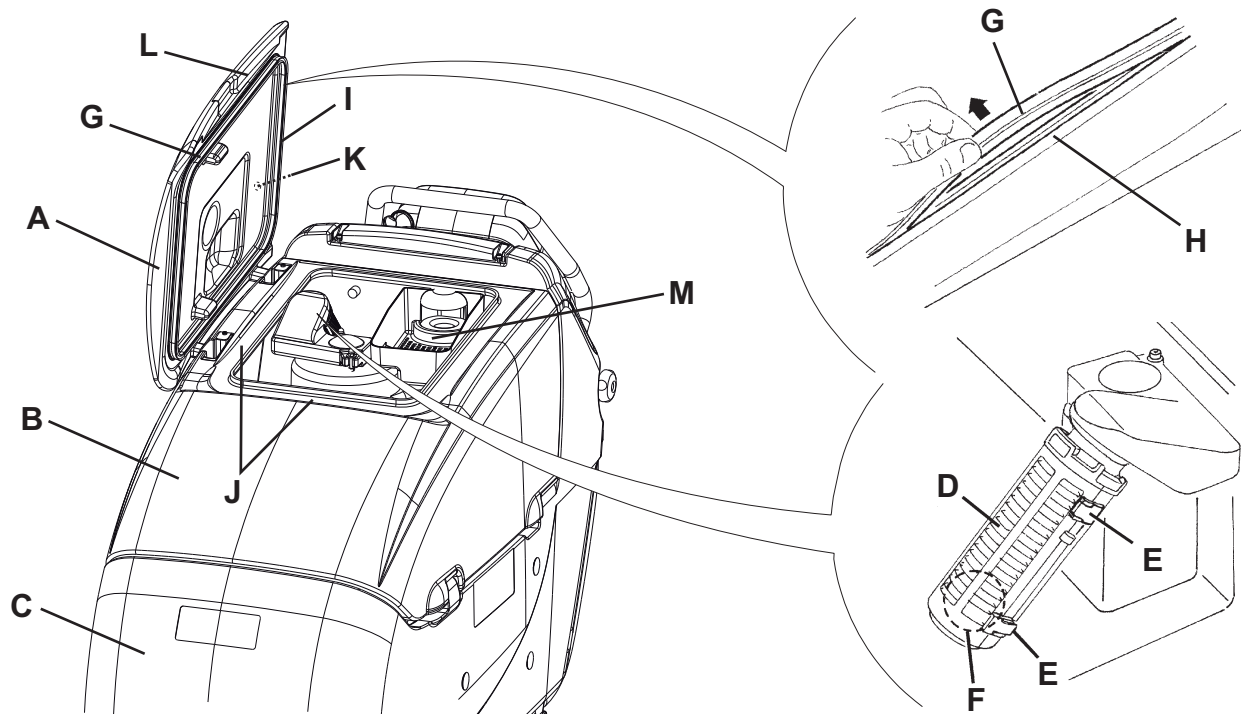

Figure 6
2. Positionner la clé de contact (80) sur "0".
3. Ouvrir le couvercle (A, Fig. 6).
5. Nettoyer et laver à l'eau propre le couvercle (A), les réservoirs (B et C) et la grille d'aspiration avec fermeture automatique à flotteur (D).
- Si besoin est, dégager les dispositifs de retenue (E), ouvrir la grille (D), récupérer le flotteur (F) et nettoyer soigneusement ; enfin reposer en place.
6. Retirer et nettoyer le filtre à cuve (M).
7. Contrôler l'intégrité du joint d'étanchéité (G) du couvercle du réservoir.